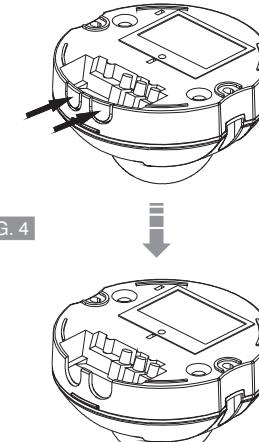

FIG. 4
• Per eventuale installazione con canaline si devono rompere le due predisposizioni dei fori per consentire il passaggio senza intralci del cavo della lampada e quello dell'alimentazione (FIG. 4).